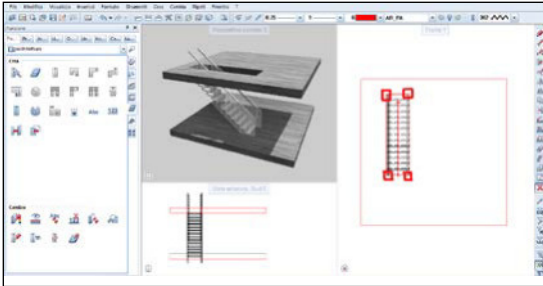

Fig. 42
- Dopo aver inserito tutti e quattro i punti dell'ingombro, si aprirà una finestra, cliccando su «altezza» comparirà un'ulteriore finestra dove si potranno modificare altezza, numero di gradini ecc. (Fig. 42).